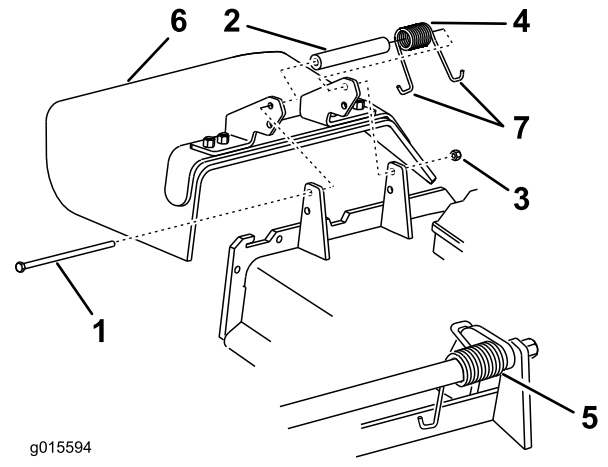

Figure 100
1. Retirez le contre-écrou, le boulon, le ressort et l'entretoise qui fixent le déflecteur aux supports de pivot (Figure 100).
2. Enlevez le déflecteur s'il est endommagé ou usé (Figure 100).
Remarque: Prenez soin de placer une extrémité en **J** du ressort derrière le bord du tablier avant de mettre le boulon en place, comme illustré à la Figure 100.
6. Accrochez l'extrémité en **J** du ressort au déflecteur d'herbe (Figure 100).